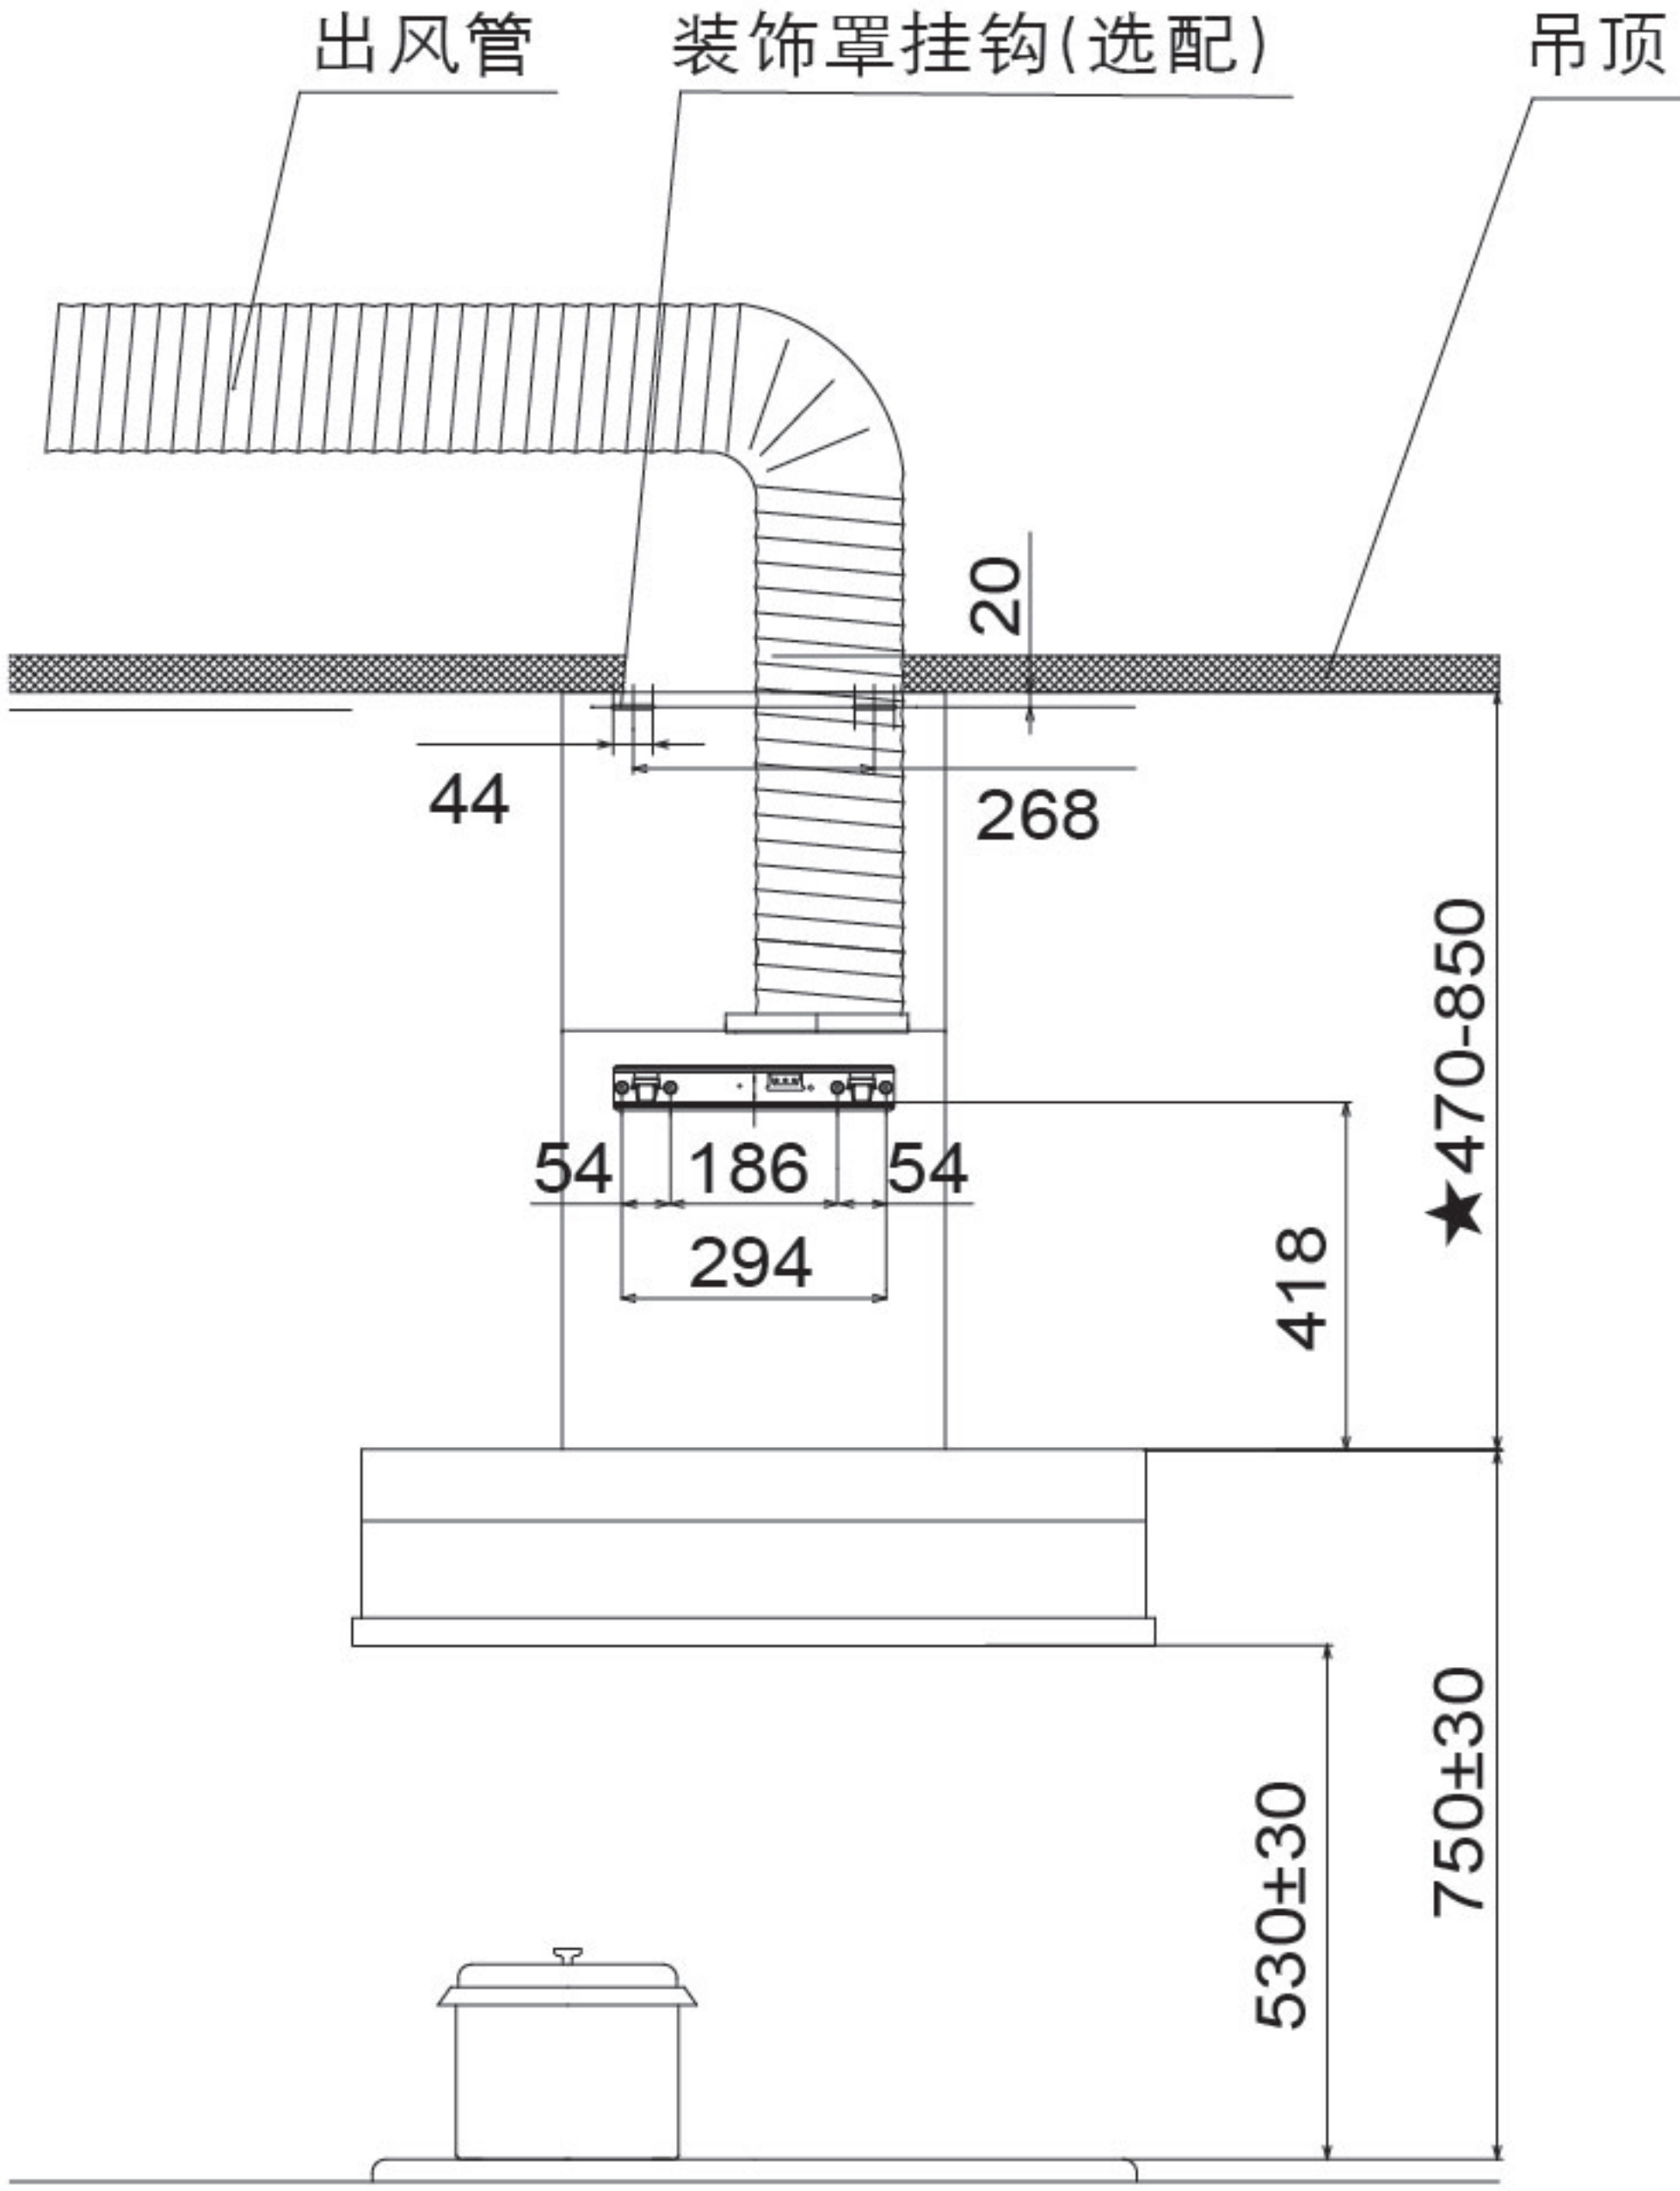

图3 安装示意图
- 3.必须安装在炉灶的侧上方，安装位置按安装示意图所示(第9页-图3)。
挂钩安装孔距如图3，两孔间保持水平；吊顶钻孔尺寸如图4；